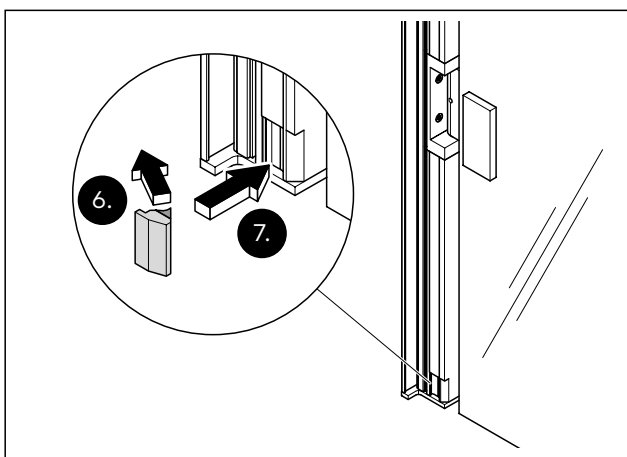

Abb. 11 Die Schutzfolie entfernen und den Auslöser andrücken
6. Wenn noch kein Auslöser montiert ist, dann die Schutzfolie des Klebestreifens am Auslöser vollständig entfernen (Abb. 11).